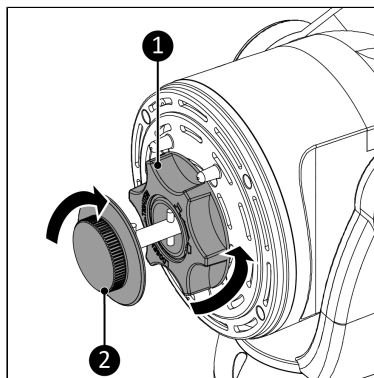

Figure 60.
5. Retirez l'écrou central (Figure 60, pos. 2) du moteur du ventilateur en le tournant dans le sens des aiguilles d'une montre.
6. Retirez l'écrou de la grille (Figure 60, pos. 1) du moteur du ventilateur en le tournant dans le sens des aiguilles d'une montre.